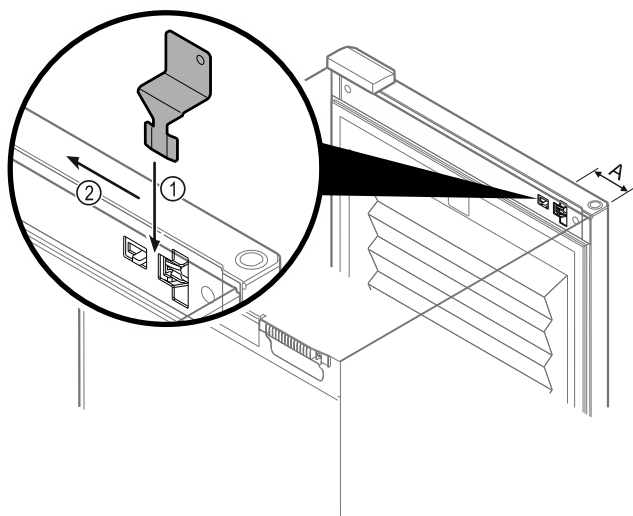

Fig. 218
- ▶ Positionner la clé de déverrouillage de secours à l'endroit indiqué Fig. 218 (A)  $\approx$  100 mm.
- ▶ Insérer par le haut et jusqu'au bout la clé de déverrouillage de secours entre la porte et le corps de l'appareil Fig. 218 (1).
- ▶ Tirer la clé de déverrouillage de secours en direction de la charnière Fig. 218 (2).